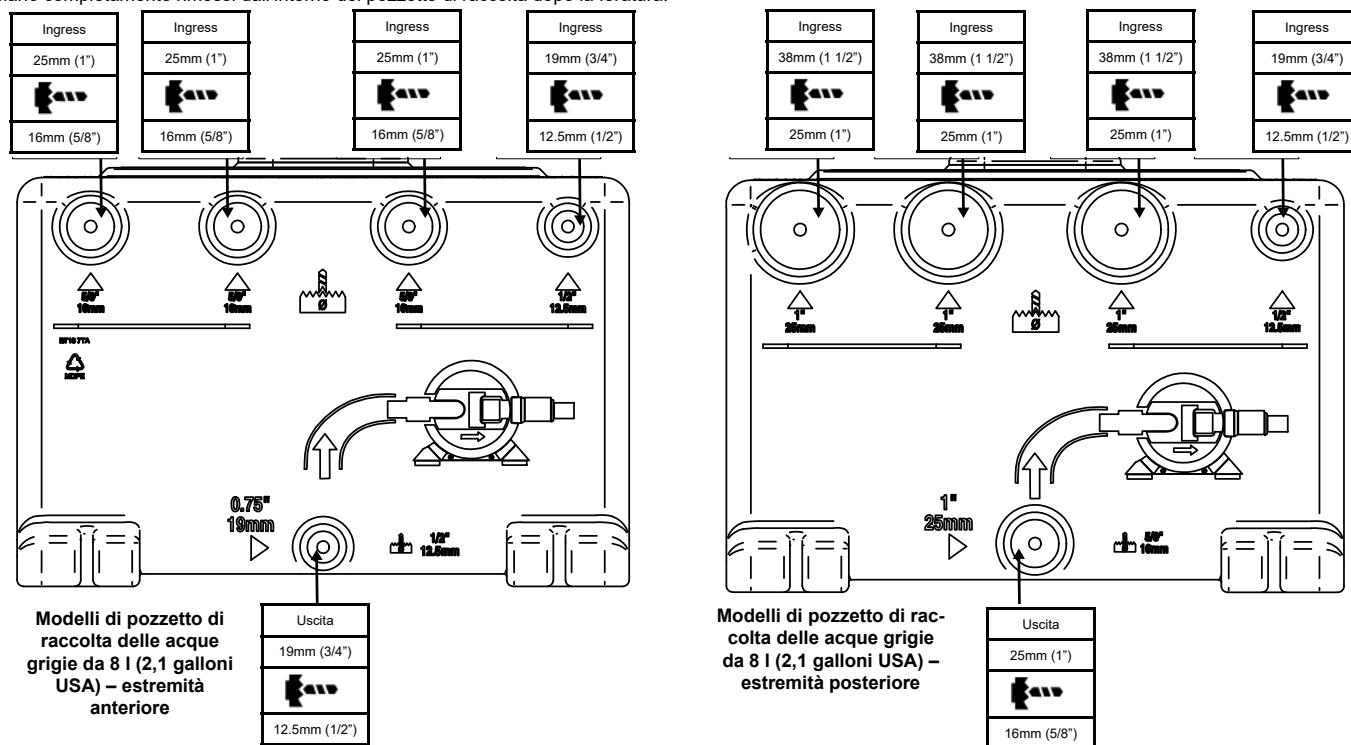
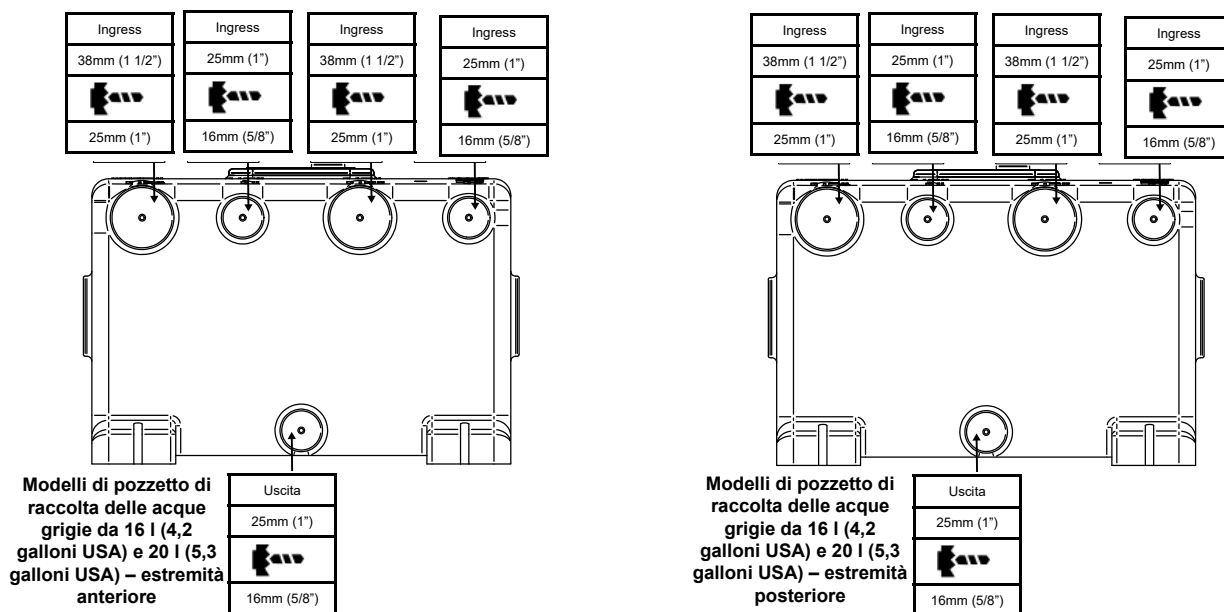

Figura 3 – Misure delle aperture e diametri di foratura raccomandati per i modelli di pozzetto di raccolta delle acque grigie da 8 l (2,1 galloni USA)
Figura 4 – Misure delle aperture e diametri di foratura raccomandati per i modelli di pozzetto di raccolta da 16 l (4,2 galloni USA) e 20 l (5,3 galloni USA)
- Figura 3 Misure delle aperture e diametri di foratura raccomandati per i modelli di pozzetto di raccolta delle acque grigie da 8 l (2,1 galloni USA)
- Figura 4 Misure delle aperture e diametri di foratura raccomandati per i modelli di pozzetto di raccolta delle acque grigie da 16 l (4,2 galloni USA) e 20 l (5,3 galloni USA)
Passo 1: Praticare solo i fori per le aperture da usare nell'installazione. Le misure delle aperture e i diametri dei fori sono illustrati nella figura 3 per i modelli di pozzetto di raccolta da 8 l (2,1 galloni USA) e nella figura 4 per i modelli di pozzetto di raccolta da 16 l (4,2 galloni USA) e 20 l (5,3 galloni USA). Accertare che gli sfridi siano completamente rimossi dall'interno del pozzetto di raccolta dopo la foratura.